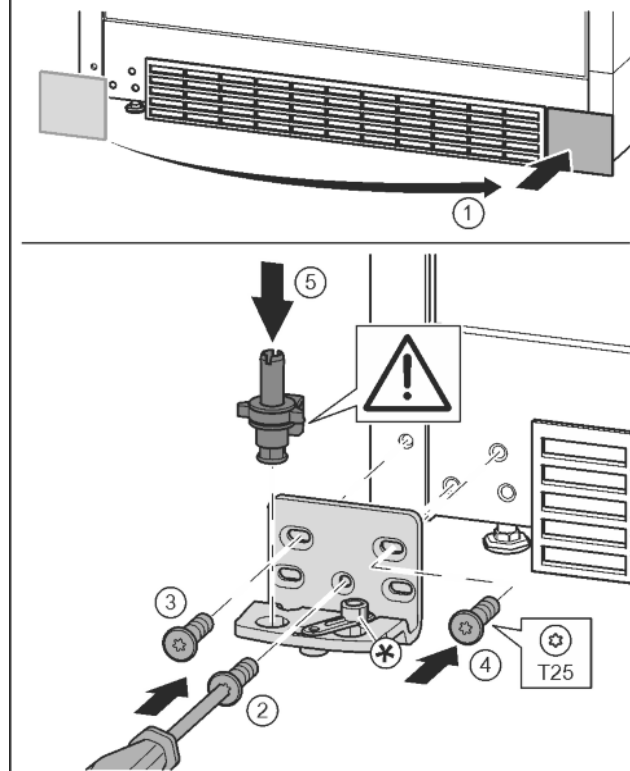

Fig. 18
- ▶ Свалете капака и го поставете от другата страна. Fig. 18 (1)
- ▶ Поставете лагерната стойка от другата страна и я завийте с помощта на отвертка T25. Започнете с винт 2 долу в средата. Fig. 18 (2)
- ▶ Затегнете винт 3 и 4. Fig. 18 (3, 4)
- ▶ Вкарайте изцяло лагерния болт. При това обърнете внимание на това, фиксиращата гърбица да сочи назад. Fig. 18 (5)